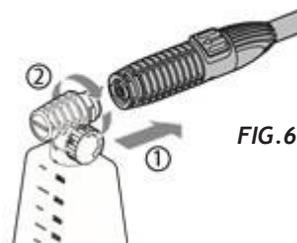
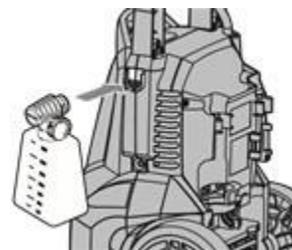

FIG. 6
FIG. 7
- Se utiliza detergentes, recomendamos os productos Turtle Wax™. Leia sempre a etiqueta da embalagem dos detergentes. Dilua o detergente com água limpa segundo as instruções. Para utilizar a garrafa de detergente, insira o conector da garrafa de detergente no extremo da boca e gíreo no sentido anti horário. Para retirar a garrafa de detergente, gire-a em sentido horário e puxe-a até que se solte (fig. 6). Enxágue bem a garrafa de detergente depois de cada uso. Guarde a garrafa de detergente na lavadora tal como se mostra (fig. 7).